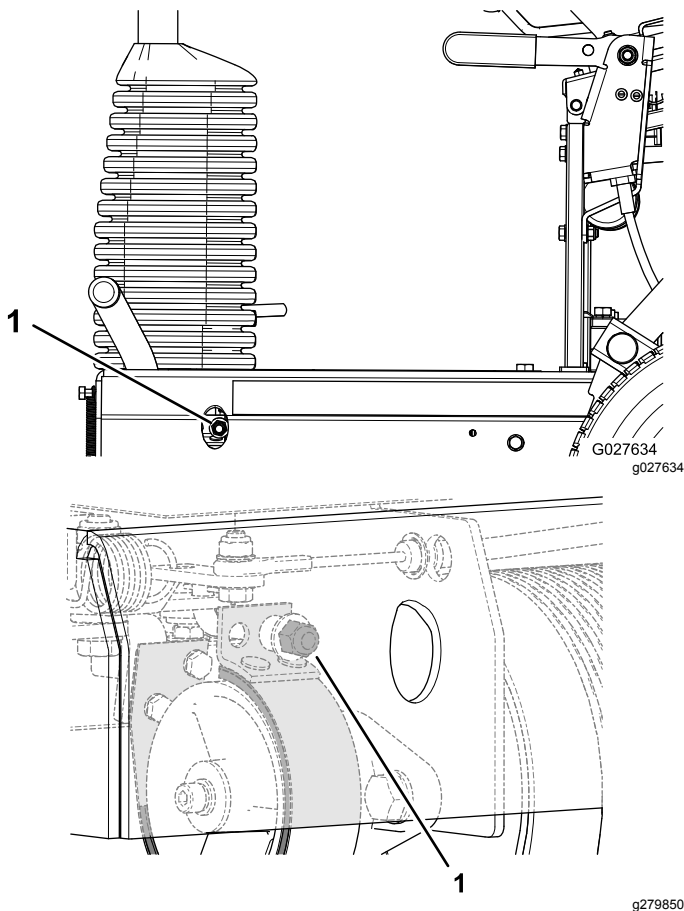

图34
- 要增大制动力可顺时针旋转刹车锁紧螺母 图34。
- 要减小制动力可逆时针旋转刹车锁紧螺母 图34。